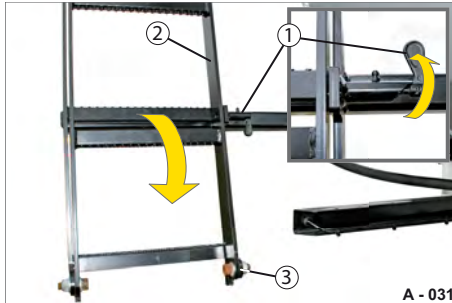

Abb. 41 Klappteil entriegeln
- ▶ Halten Sie mit einer Hand den Klappteil (Abb. 41/2) der Aufstiegsleiter fest.
- ▶ Schwenken Sie den Sicherungsstift (Abb. 41/1) nach oben.